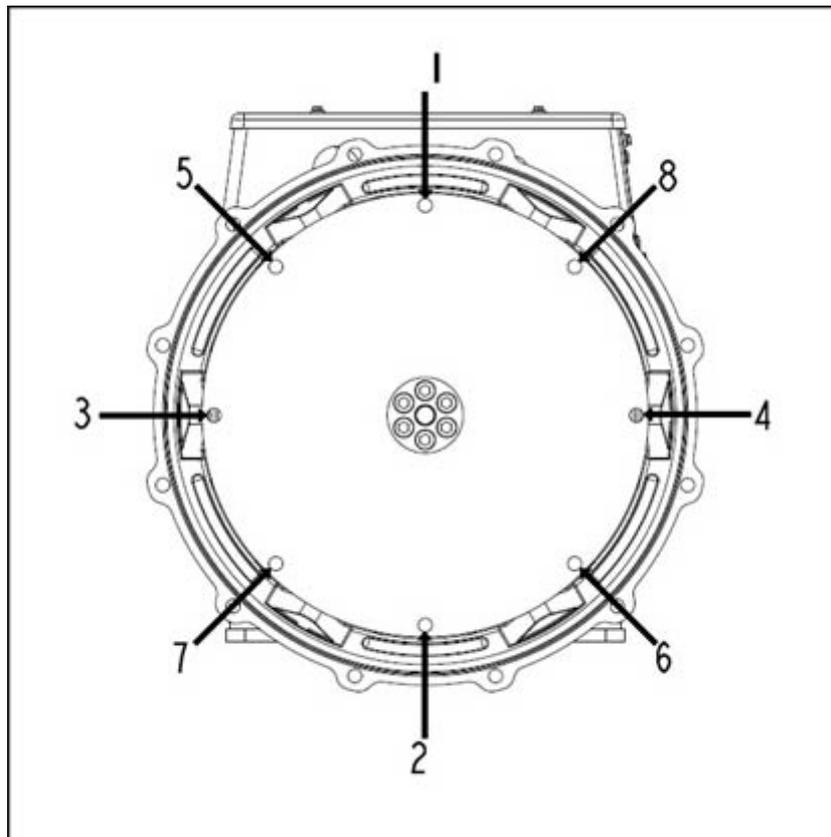

图 11. 飞轮固定顺序
10. 拧紧螺栓以将耦合盘固定到飞轮上，顺序如 图 11 位于页面 目录 23 所示。